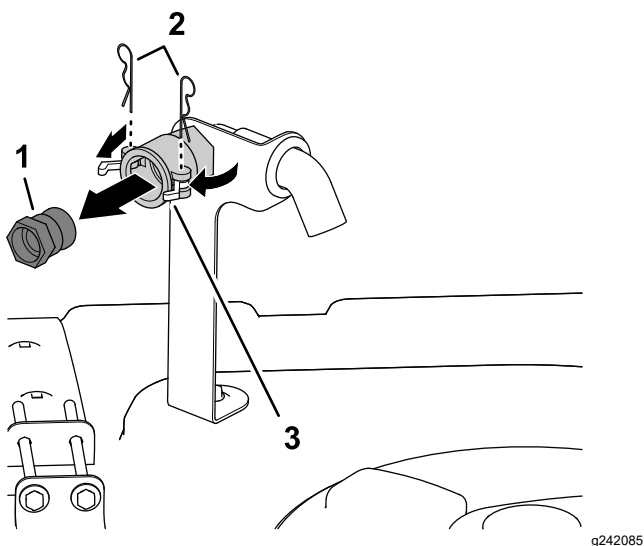

Figura 3
1. No lado dianteiro direito da cobertura do depósito, retire os 2 pernos de gancho que prendem os trincos do acoplamento de desligação rápida para o recipientário de enchimento antissifão (Figura 3).
2. Rode e abra os trincos para desbloquear o encaixe de desligação rápida do acoplamento de desligação rápida (Figura 3).
3. Retire o encaixe de desligação rápida do acoplamento de desligação rápida (Figura 3).
4. Feche os trincos e instale os pernos de gancho nas flanges do acoplamento de desligação rápida (Figura 3).